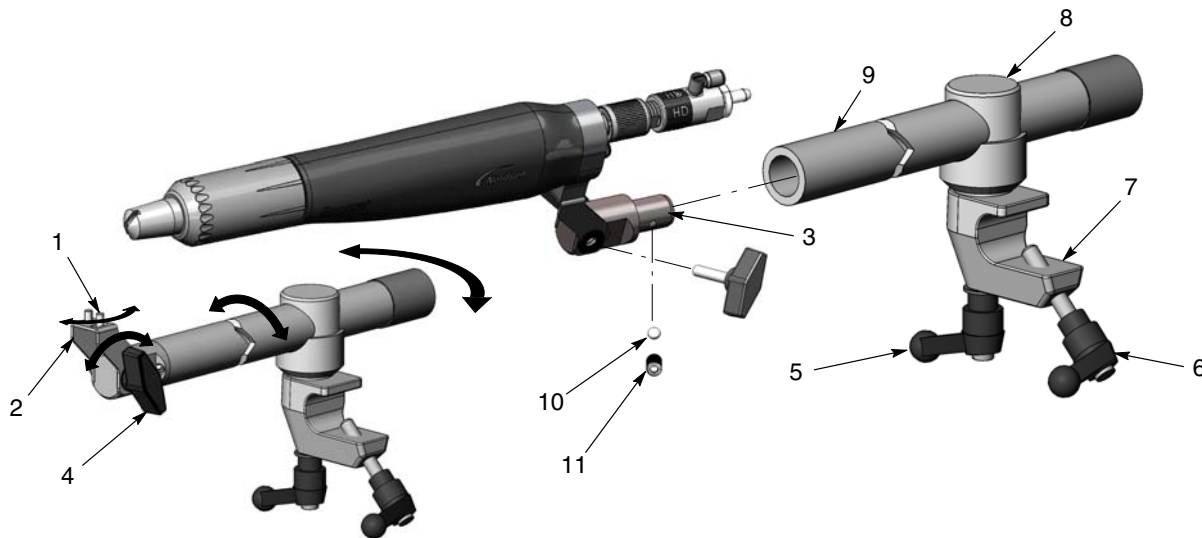

Figura 3-2 Montarea pistolului montat pe bară
Vezi Figura 3-2. Instalați adaptorul pistolului montat pe bară (3) în capătul tijei de reglare (9) și fixați-l prin strângerea șurubului de reglare (11) cu ajutorul unei chei hexagonale de 4 mm.
- Pentru a deplasa vârful pistolului de pe o parte pe alta, slăbiți șurubul cu cap semirotund din dreapta (1).
- Pentru a înclina vârful pistolului în sus sau în jos, slăbiți butonul de înclinare (4).
- Pentru a roti bara de reglare pe axa corpului de blocare (8) sau în corpul de blocare, slăbiți mânerul de rotație (5).